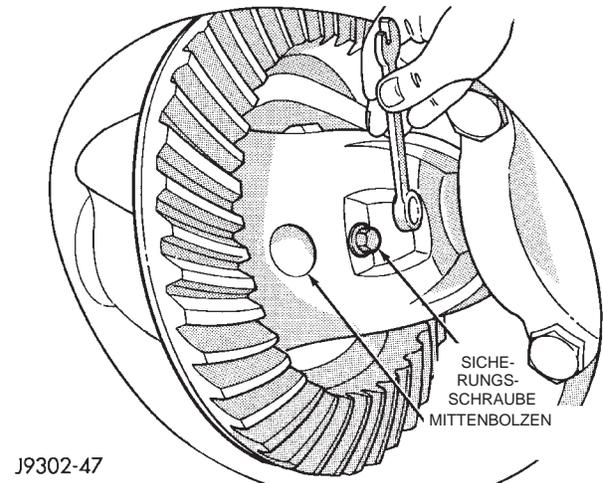

Abb. 49 Sicherungsschraube des Mittenbolzens ausbauen
(1) Sicherungsschraube des Mittenbolzens ausbauen (Abb. 49).
(2) Mittenbolzen ausbauen.